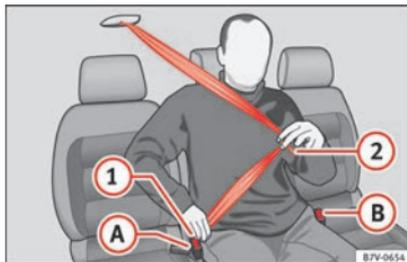

Fig. 89 Colocar o cinto de segurança do banco central da segunda fila.
- Puxe para baixo a via de circulação do cinto através da lingueta de fecho » **Fig. 89 1.**
- Passe a via de circulação do cinto pela zona pélvica do ocupante puxando a lingueta de fecho » **Fig. 89 2.**
- Pressione o botão vermelho no fecho » » » **Fig. 89 (A)**. A lingueta saltará do fecho.
- Pressione o botão vermelho no fecho » » » **Fig. 89 (B)**. A lingueta saltará do fecho.